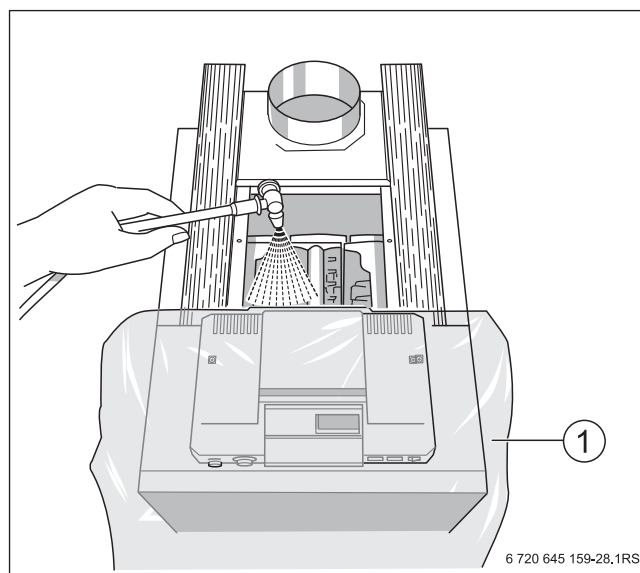

Рис. 46 Влажная чистка котла
- Равномерно распылите чистящее средство сверху в газоотводящие каналы (→ рис. 46).